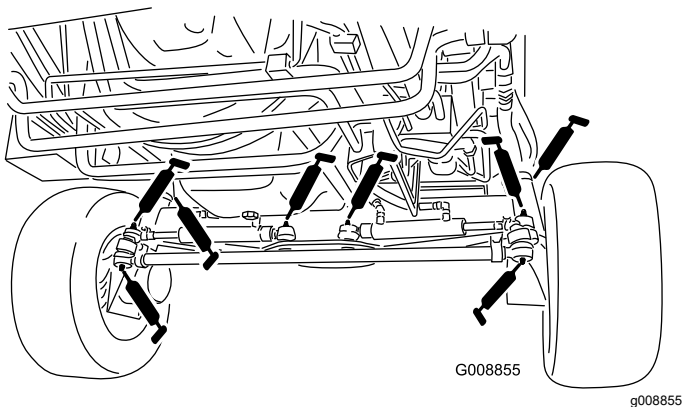

Figure 81
- 4 rotules de vérin de direction (Figure 81)
- 2 rotules de biellettes (Figure 81)
- 2 bagues de pivots de fusées (Figure 81)